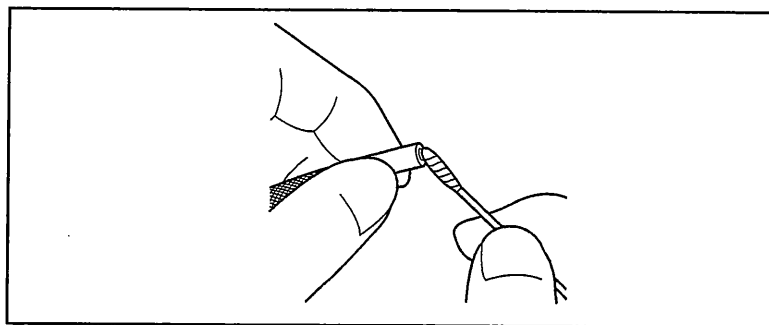
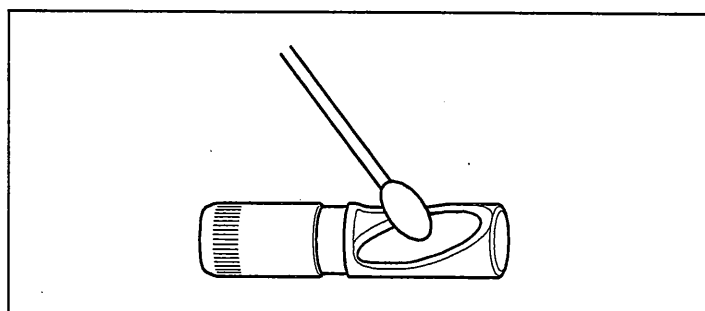

図 3.12
図 3.13
1. 側視ミラーアダプターのミラー面が汚れていないか点検をします。汚れている場合は、付属のレンズクリーニングキットを用いて汚れをきれいにふき取ります（図 3.13 参照）。スコープに装着した状態でミラー面の汚れを拭き取る場合、スコープ先端部の硬質部を把持します。（図 3.12 参照）。